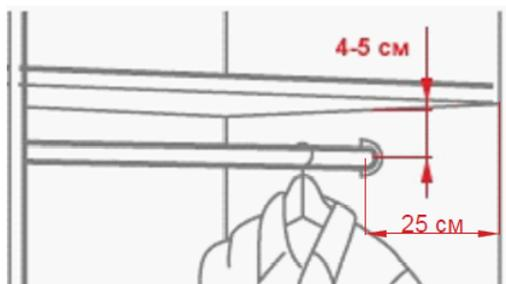

Рис.7 – Схема крепления штанги
9 Установить на боковой стенке левой (5) и перегородках (6,7) держатели трубы овальной, в них – трубу овальную с сечением 30x15 (штангу) (а) исходя из рекомендованных параметров (Рис.7).